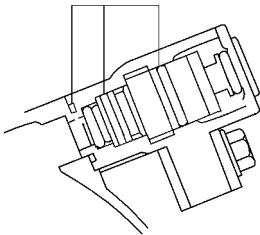

图 2-82 将喷射器装到出油管 and 进气歧管
(3) 在拆下和安装喷射器时要注意的事项：绝对不要使用已用过的 O 形密封圈。在将新 O 形密封圈放到喷射器上时，应小心无论如何不要损伤它，并且要用锭子油或汽油涂敷 O 形密封圈，但绝对不要用机油、齿轮油或制动油涂敷。
(4) 按图 2-82 所示将喷射器装到出油管 and 进气歧管上。
(5) 对燃料系统的各部分完成维修后，应确认无燃油渗漏现象。